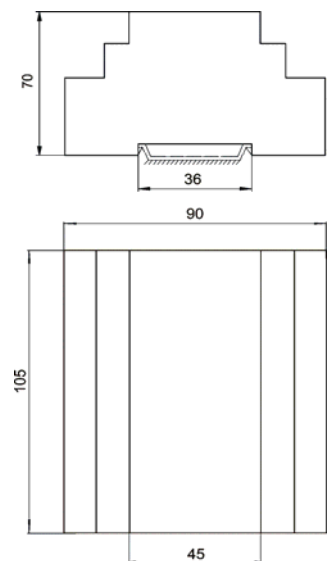

Рис.1 Габаритные и установочные размеры БУАВР
- 3.41.Габаритные и установочные размеры БУАВР приведены на рис. 1.
- 4.4. Габаритные и установочные размеры БУАВР приведены на рис. 1.